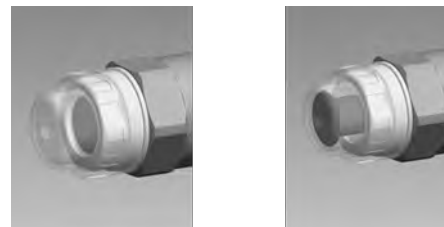

Fig. 11 : Capteur visuel de rupture de la membrane, non déclenché et déclenché
Dans les capteurs de rupture **visuels**, le cylindre rouge (6) noyé est éjecté vers l'avant sous le couvercle transparent (7) et devient alors clairement visible Fig. 11 .